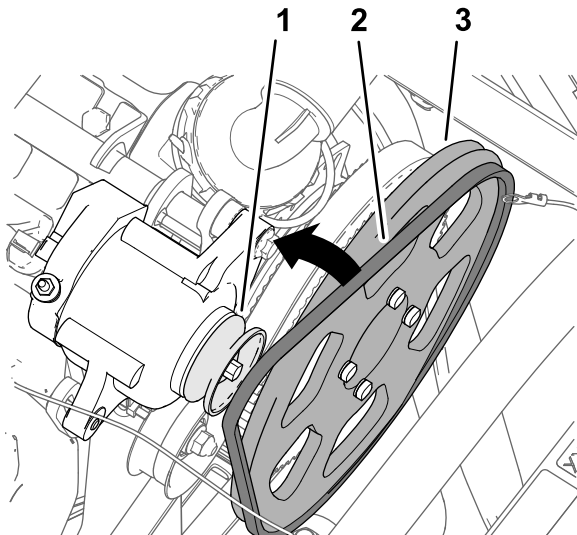

Figure 182
3. Chaussez la courroie trapézoïdale sur la poulie d'entraînement (279 mm) et la poulie de l'alternateur (Figure 182).